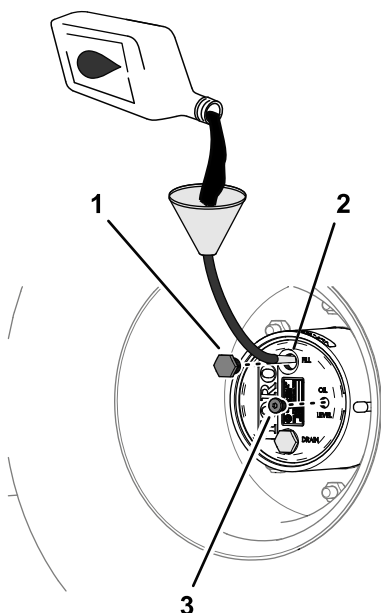

Figure 88
4. Si le niveau d'huile est trop bas, enlevez le bouchon de remplissage et ajoutez l'huile spécifiée jusqu'à ce qu'elle ressorte par le trou du bouchon de contrôle (Figure 88); voir Spécifications de l'huile du train planétaire \(page 71\).
6. Remettez en place les bouchons de remplissage et de contrôle (**Figure 88**).
- Versez lentement le lubrifiant pour engrenages spécifié par l'orifice du bouchon de remplissage; voir Figure 88 sous Contrôle du niveau de lubrifiant du train planétaire \(page 71\).
- Remettez en place les bouchons de remplissage et de contrôle; voir Figure 88 sous Contrôle du niveau de lubrifiant du train planétaire \(page 71\).